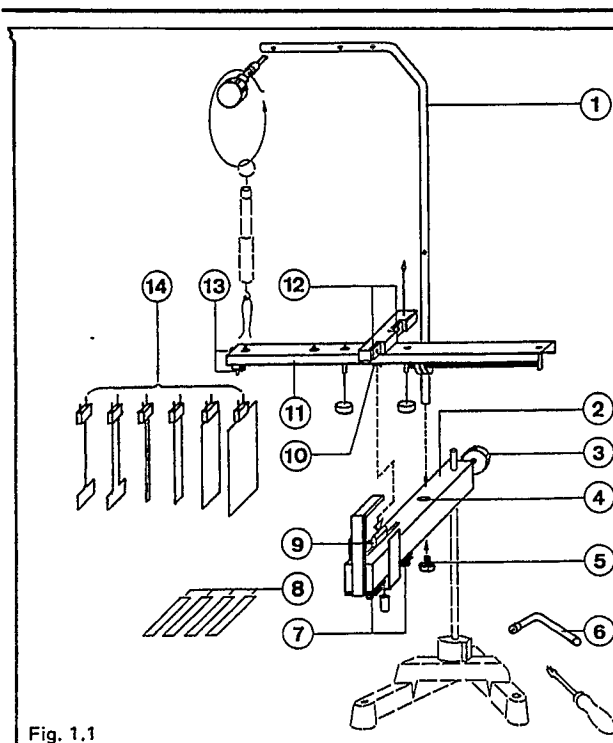

Fig. 1.1
3.1.1 Assemblage, première mise en service (cf. fig. 1.1 et 1.2)